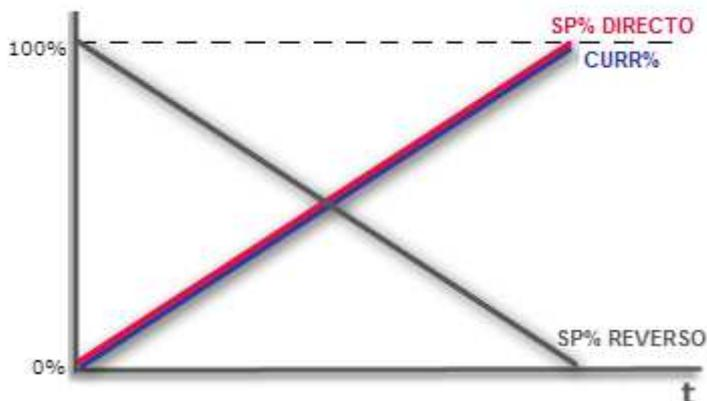

Figura 3.8 – Ejemplo de comportamiento del Setpoint directo y reverso.
*La figura 3.8 ejemplifica el comportamiento de forma lineal de ambos modos, afectando el Setpoint de forma directa o reversa.*